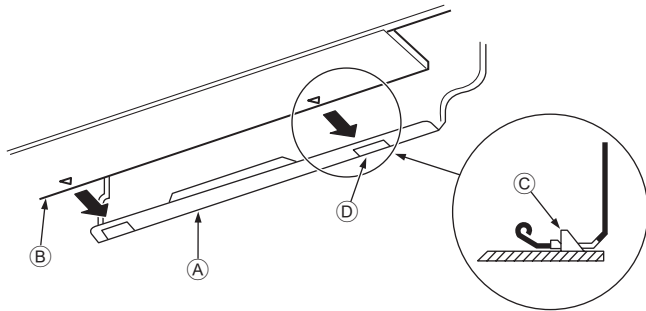

Fig. 3-15
3. Terwijl u de koelleiding en de afvoerleiding in het gat in de muur steekt, hangt u de bovenzijde van de binnenunit aan de ophangplaat ①.
5. Duw vervolgens het onderste gedeelte van de binnenunit op de ophangplaat ① om het apparaat te bevestigen. (Fig. 3-15)
- * Controleer of de knoppen aan de onderzijde van de binnenunit stevig in de ophangplaat ① zijn bevestigd.
- ① Ophangplaat
- ② Binnenunit
- ③ Haak
- ④ Vierkant gat